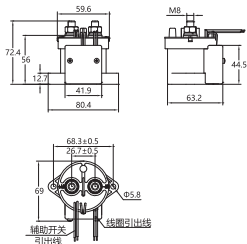

图6 NCZ2-150、200、250(P)/E□/ A、B□□外形与安装尺寸示意图
(3)NCZ2-150、200、250外形、安装尺寸如图6~图13所示